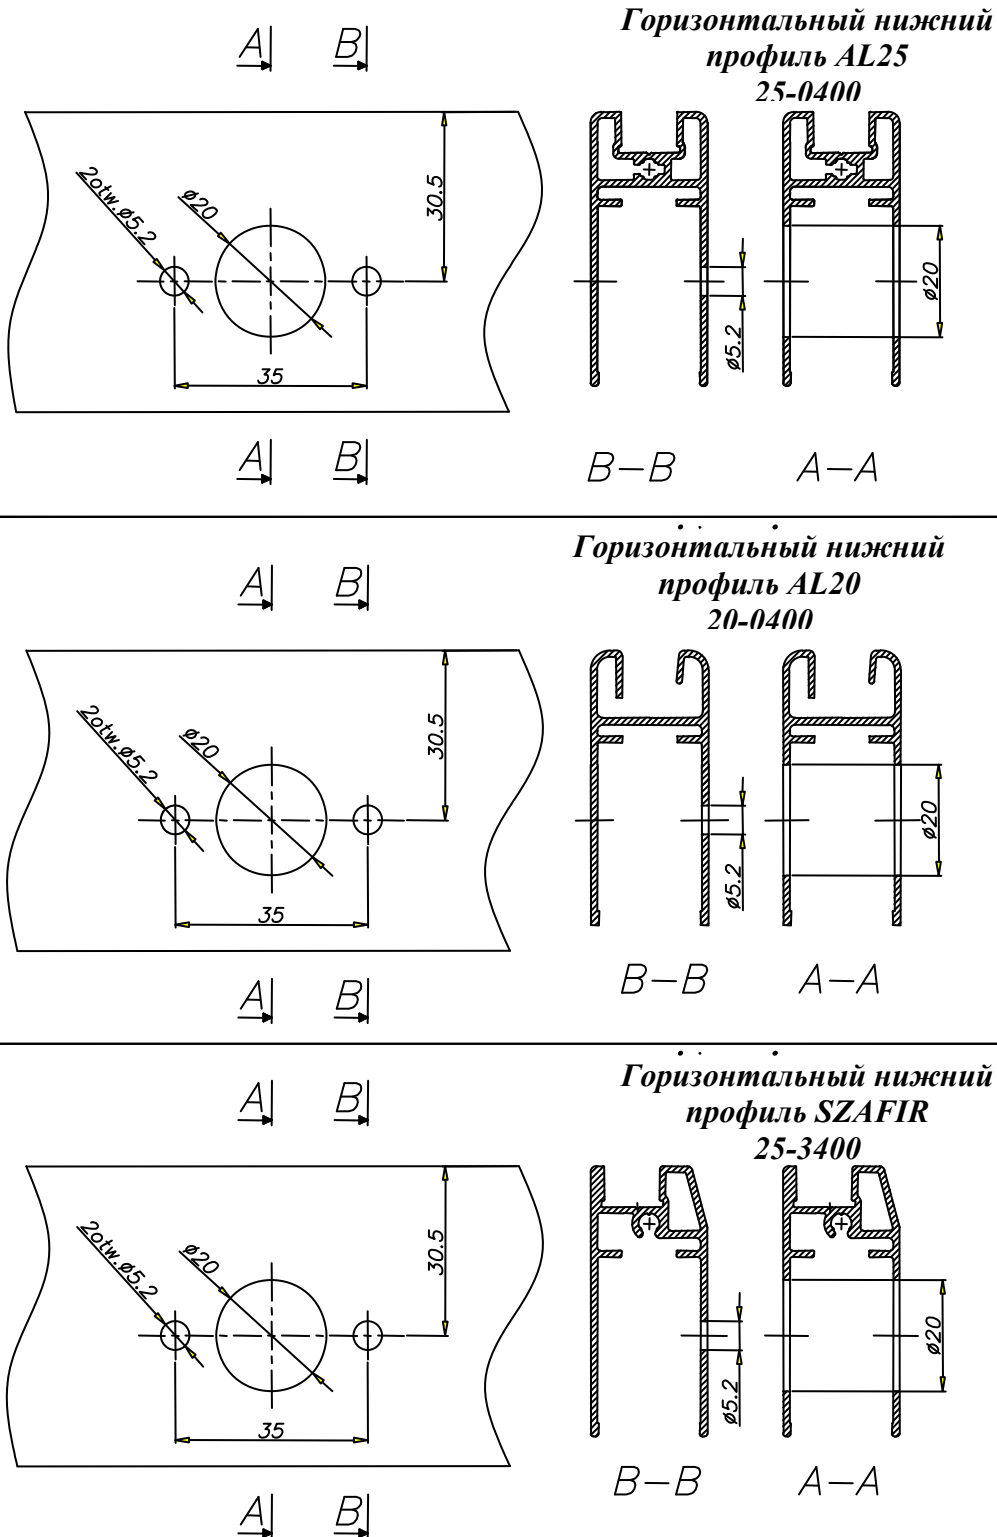
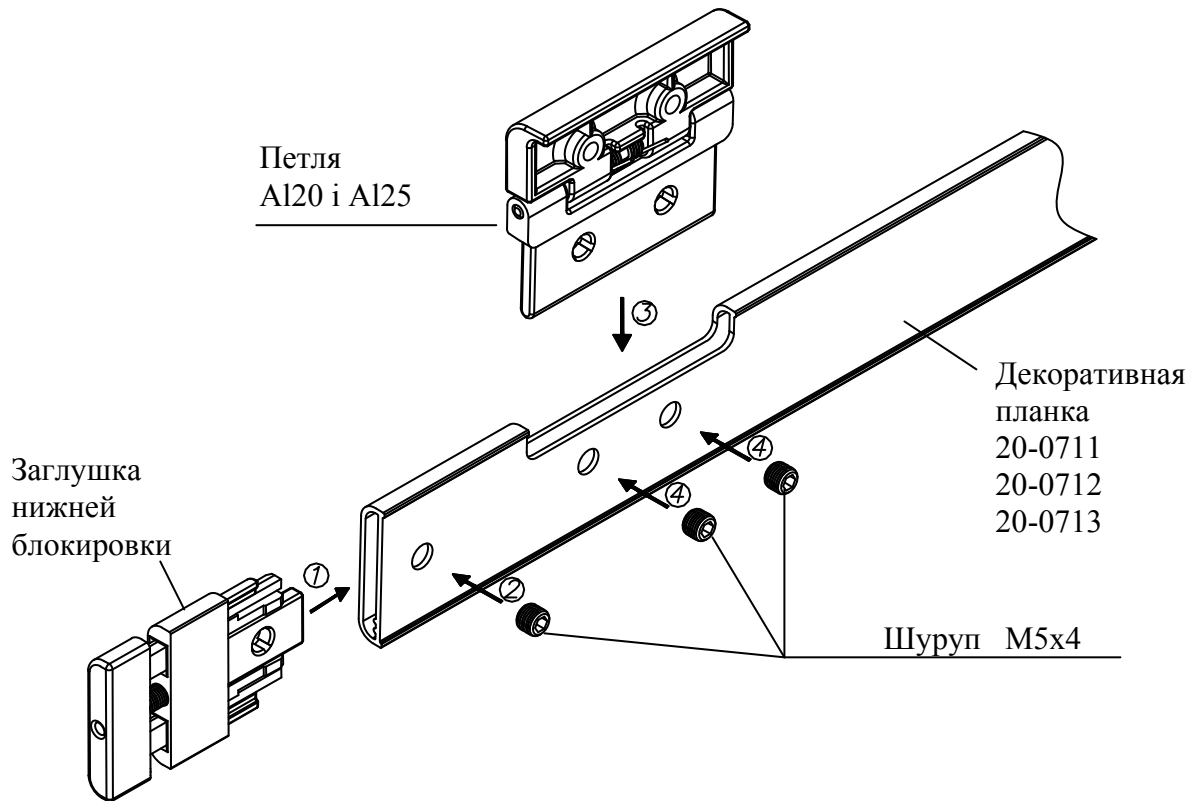
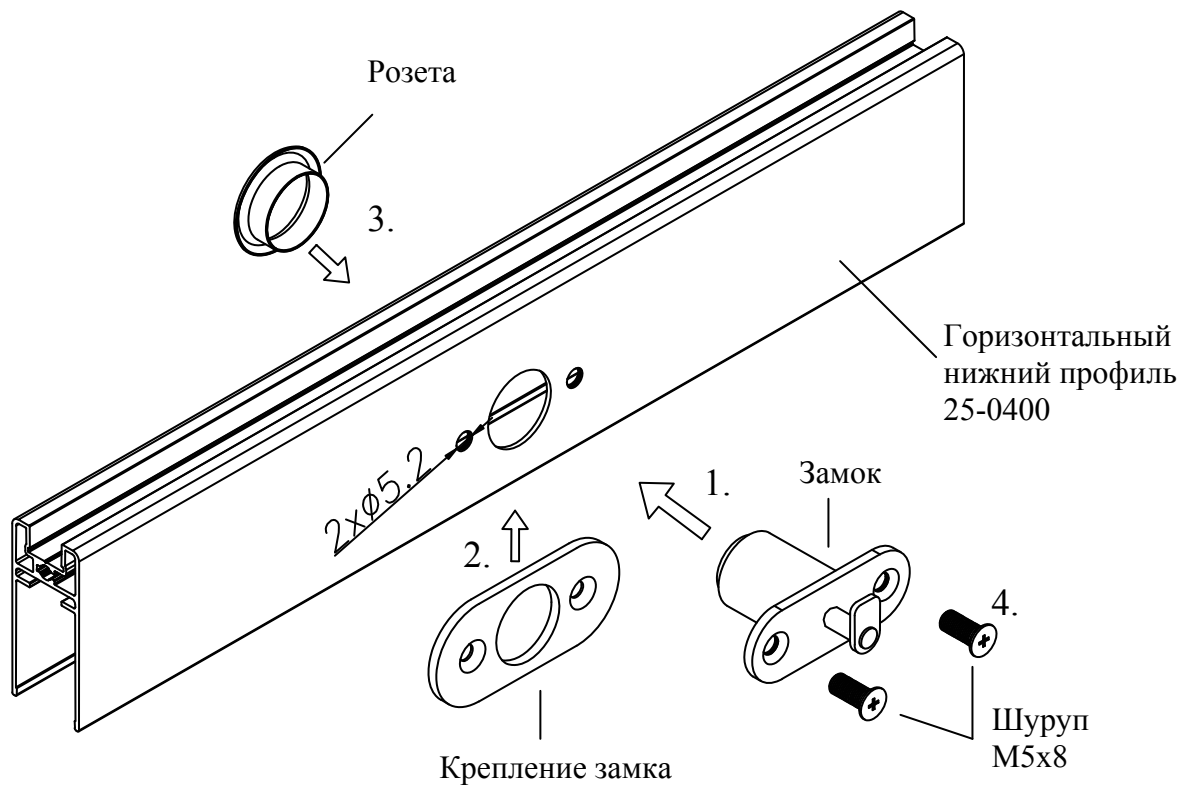
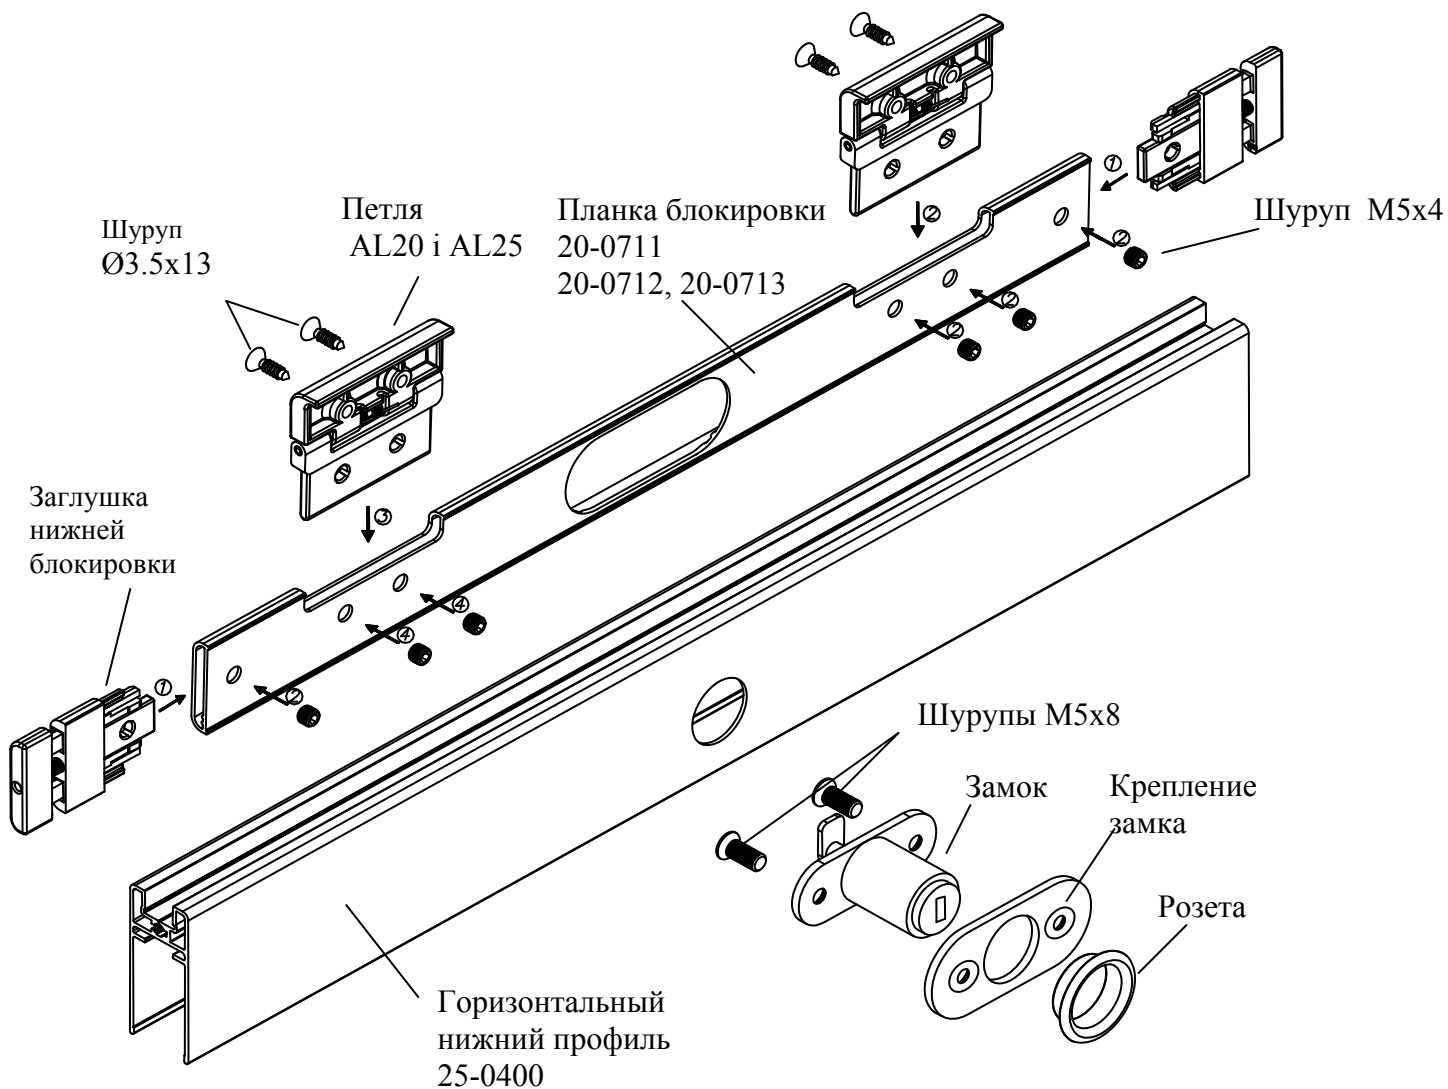

Рис.4. Сверловка отверстий в нижнем профиле для монтажа замка.
Рис. 5. Монтаж регулирующей заглушки и петли для нижней блокировки.
Рис. 6. Монтаж замка нижней блокировки в горизонтальном профиле.
Рис. 7. Монтаж элементов нижней блокировки в горизонтальном нижнем профиле.
Просверлить сквозное отверстие под замок. Отверстия под шурупы сверлить только в задней стенке горизонтального нижнего профиля (рис. 4, рис. 6, рис. 7)
**c)** В горизонтальном нижнем профиле следует установить замок согласно схеме представленной на рис.6.
Монтаж замка провести по очередности, согласно цифр на рис.6.
**g)** Вставить петли и заглушки в планку и докрутить ее при помощи шурупов M5x4 - 6 шт. (рис. 5, рис. 7)